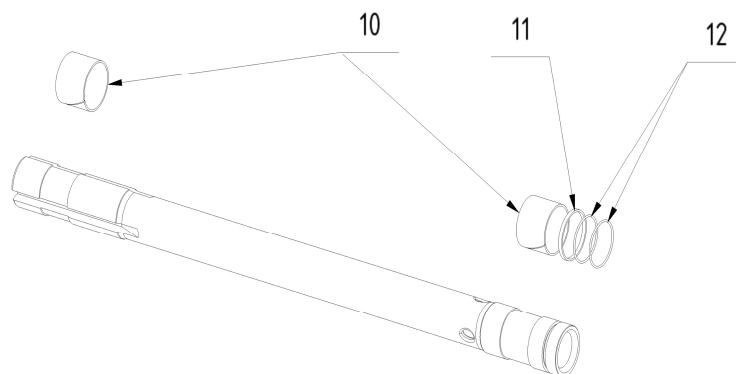

Рис.6. Демонтаж прокладок и направляющих.
10. Удалить использованные направляющие элементы **10** и использованные прокладки **11** и **12** (рис.6). Подготовить новые направляющие элементы и новые прокладки. Размеры направляющих и прокладок зависят от размеров пневмопробойной машины. Размеры отдельных направляющих элементов и прокладок, в зависимости от величины машины, находятся в таблице 1.